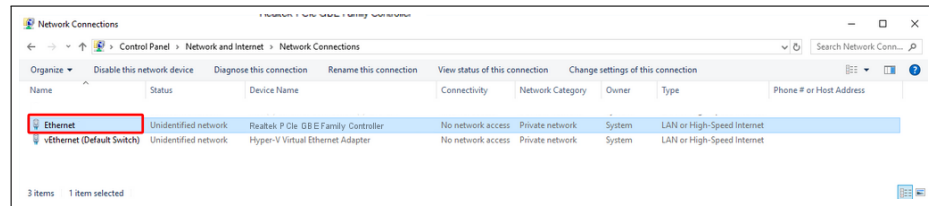

Figura A.4: Selecionando adaptador
Passo 4 Dê um duplo clique na placa “Ethernet” (Figura A.4).